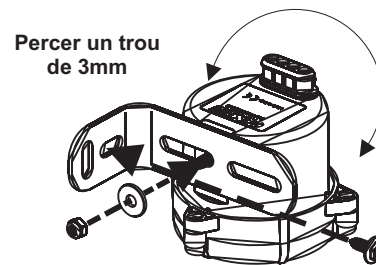

Fig.1
- Le support en "L" peut être indifféremment fixé sur le côté long ou sur le côté court (Fig.1).